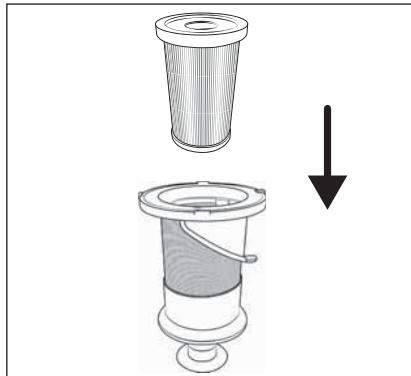

Fig. 27
- Drej ikke filteret af rustfrit stål ⑥, når du sætter det ind i smudsbeholderen ⑦. Vær også opmærksom på de to punktmærkeringer på filteret af rustfrit stål ⑥ og smudsbeholderen ⑦, så filteret af rustfrit stål ⑥ sættes rigtigt ind.
- 7) Sæt EPA-filteret ⑤ ind i filteret af rustfrit stål ⑥ (se fig. 27).